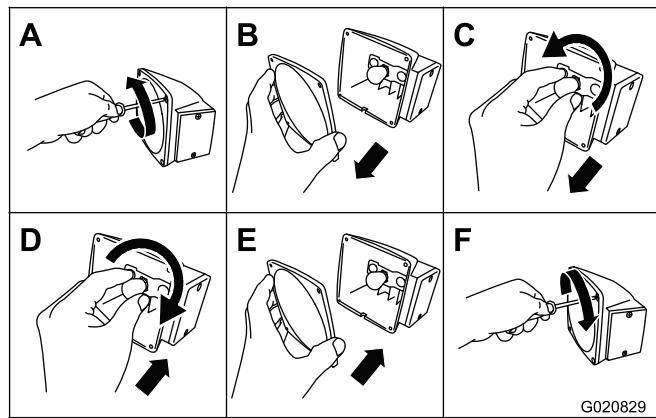

Figura 55
1. Utilice un destornillador para retirar los 4 tornillos de la lente cuadrada grande de la luz (Figura 55).
2. Retire la lente (Figura 55).
3. Empuje y gire la lámpara en sentido antihorario para retirarla del zócalo (Figura 55).
4. Coloque una lámpara 1157 nueva a presión en el zócalo, y gírela en sentido horario (Figura 55).
5. Instale la lente y los 4 tornillos (Figura 55).